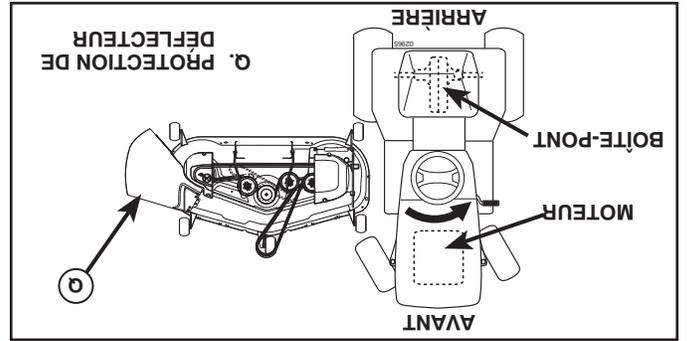

Fig. 26
3. TOURNER LE VOLANT DE DIRECTION À GAUCHE ET PLACER LA TONDEUSE (VOIR LA FIG. 26)
- Tourner le volant de direction à gauche aussi loin que possible et placer la tondeuse sur le côté droit du tracteur avec la protection de déflecteur (Q) à gauche.